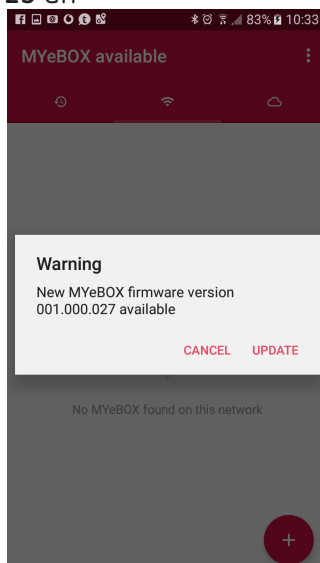

Abbildung 25: MyEBOX-Anwendungsbildschirm mit einer neuen Version.
- 5.- Sobald das Gerät mit der Anwendung verbunden ist, müssen Sie überprüfen, ob eine aktuellere Version der Firmware des Geräts vorhanden ist. Wenn es eine neue Firmware-Version gibt, zeigt die Anwendung die Meldung in **Abbildung 25** an